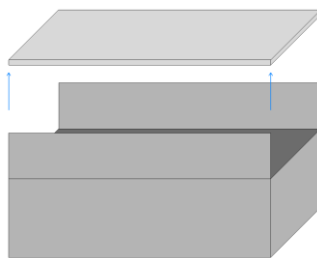
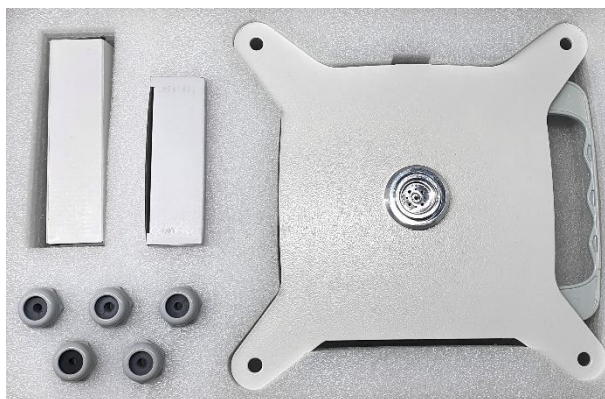

Рис. 4
Рис. 5 Комплект поставки
- 2) Снять верхнюю крышку ложеамента (Рис. 4) осмотреть комплект поставки в коробке (Рис. 5);